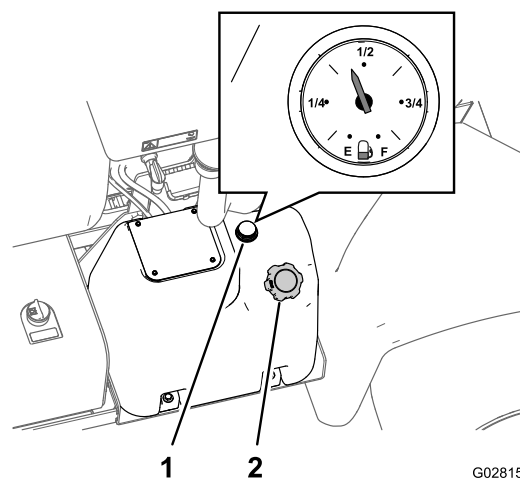

Рисунок 23
3. Произведите очистку поверхности вокруг крышки топливного бака (Рисунок 23).